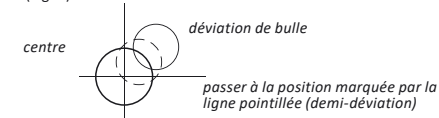

Fig. 7
c) Tournez les vis de levage pour ramener la bulle à mi-chemin vers le centre (Fig. 7).
d) Compensez la seconde moitié de la déviation en tournant les deux vis de réglage (Fig. 7).